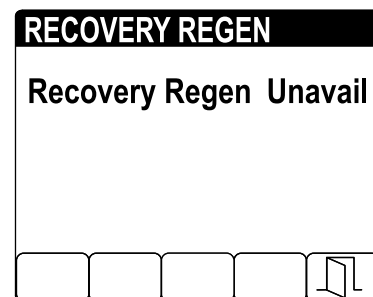

Bild 51
- Wenn der Motorcomputer keine Wiederherstellungs-Regenerierung anfordert hat und Sie die Option RECOVERY REGEN (Bild 51) auswählen, wird der Bildschirm „Recovery Regen“ gesperrt (ist nicht verfügbar).